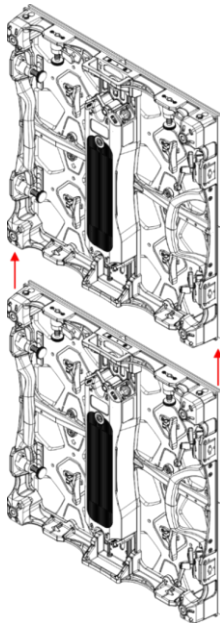
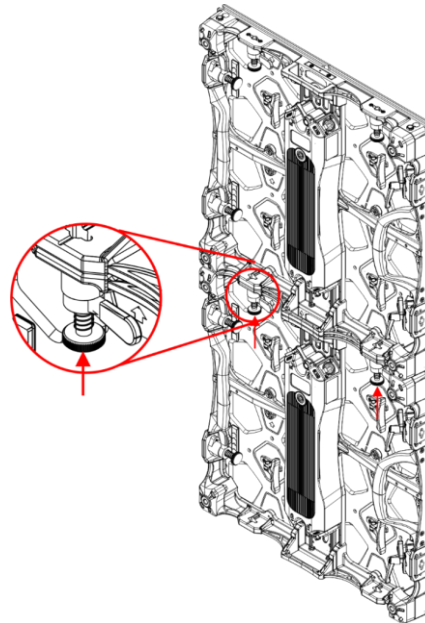

Fig. 39
Fig. 40
- 01) Coloque una pantalla LED debajo de la primera pantalla y deje que la parte superior magnética de la segunda pantalla se acople a la parte inferior de la primera pantalla como se muestra en la Fig. 39.
- 02) Gire la **palanca (A)** del **mecanismo de bloqueo de la izquierda (06)** en sentido antihorario.
- 03) Empuje hacia arriba el **cierre rápido con resorte (B)** del **mecanismo de bloqueo izquierdo (06)** de la pantalla LED y gírelo 90° en sentido horario o antihorario como se muestra en las Fig. 40 y 41.